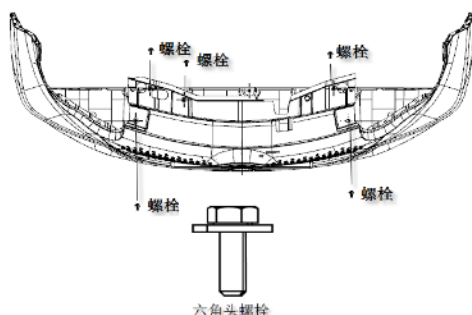

图 2-2
- (1) 用 10#套筒拆下前保险杠下护板的 13 个安装螺栓，拆下前保险杠下护板
- (2) 用一字起拆下前保险杠与前舱钣金连接的子母扣
- (3) 用 10#套筒拆下前保险杠与前舱钣金连接的 5 个六角头螺栓和平垫圈组合件，如图 2-2 所示；